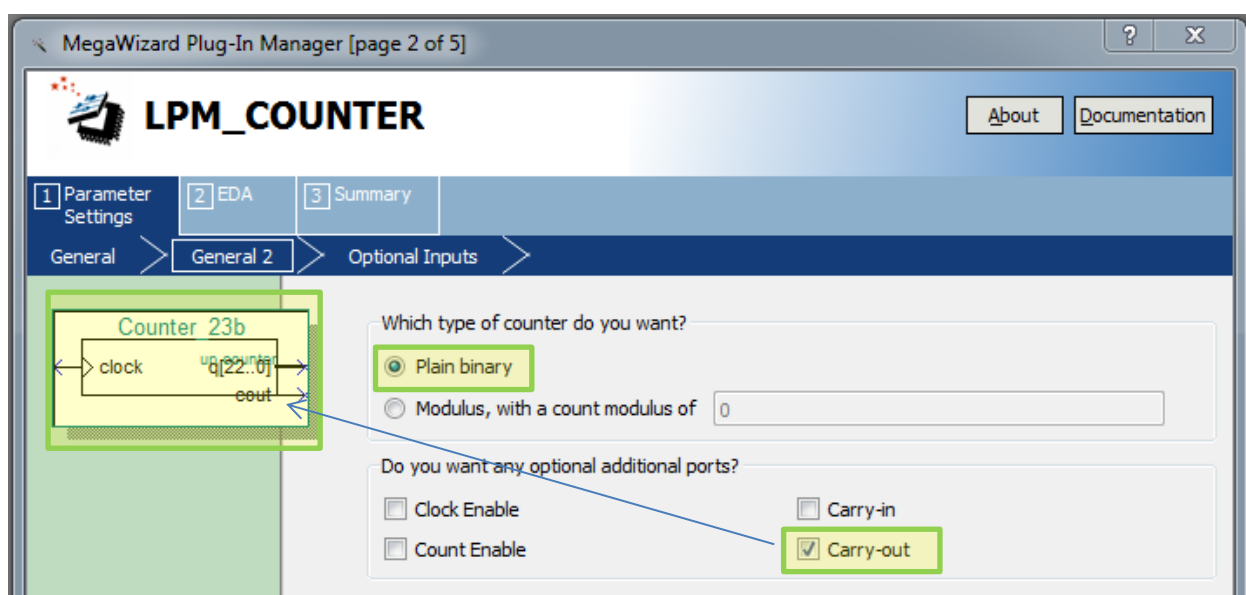

Рис. 7 Окно настройки экземпляра выбранного компонента (page 2)
2.4. В появившемся окне **“MegaWizeded Plug-In Manager [page 2 of 5]”** установите опции как на рис. 7, выполните **«Next»**.